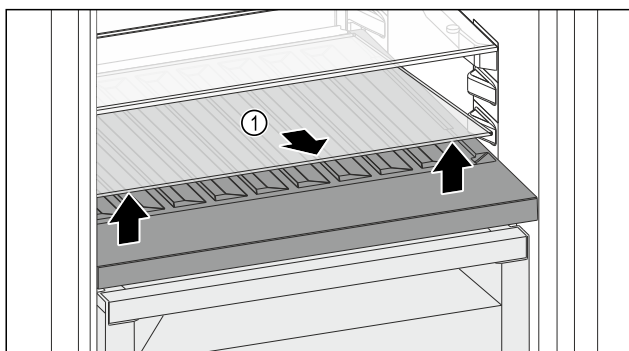

Fig. 98
- ▶ Podnieść płytę szklaną Fig. 98 (1) z przodu przy zagębnieniu i wyciągnąć.
- ▶ Przechować płytę szklaną Fig. 98 (1) w bezpiecznym miejscu poza urządzeniem.